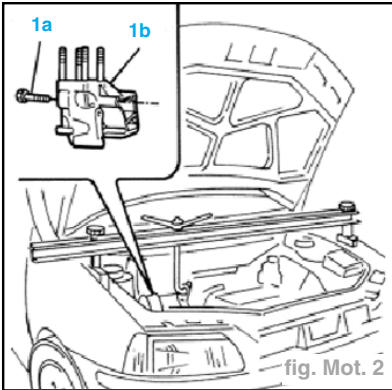

fig. Mot. 2
- Dévisser les vis de fixation (1a) et enlever le support rigide moteur (1b) (fig. Mot. 2).